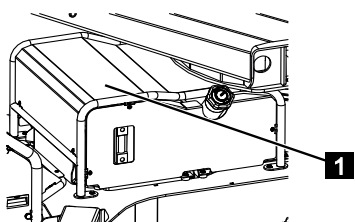

Fig. 246
1. Démontez le capot (Fig.246/1).